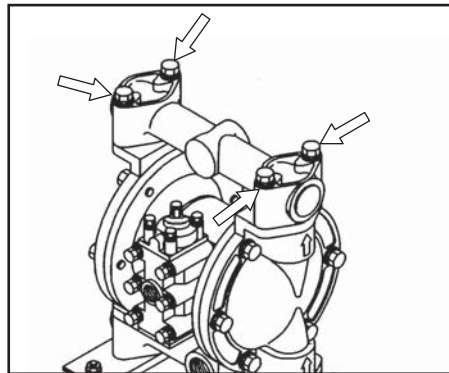

Figura 11
- Extraiga los pernos de retención del distribuidor (o múltiple) de salida y retire el distribuidor de salida (consulte la Figura 11).